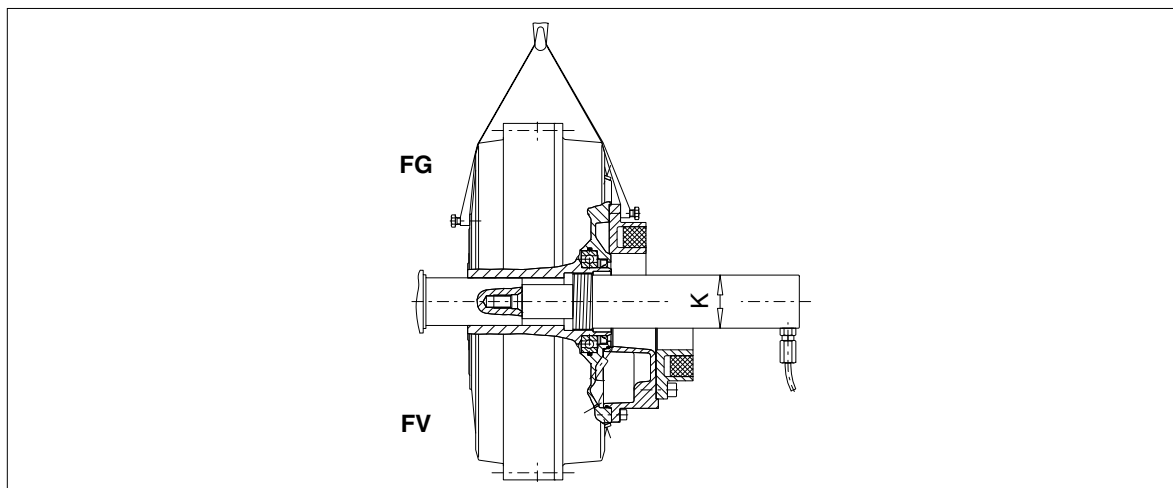

Bild 16: Ausbau der FLUDEX-Kupplung mit hydraulischer Spindel oder Hydraulikzylinder
- Ausbau der Gewindebuchse (143).
- Hydraulikzylinder mit passendem Kopfgewinde "K" (siehe Tabelle 10) in das freie Aufnahmegewinde der Hohlwelle (106) einschrauben (siehe Bild16).